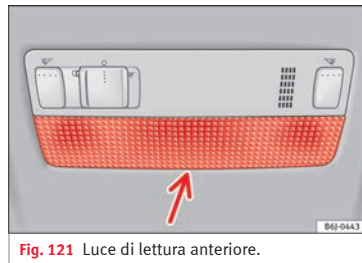

Fig. 121 Luce di lettura anteriore.
- Introdurre un cacciavite dalla parte piatta tra il telaio e il vetro » **fig. 121**.